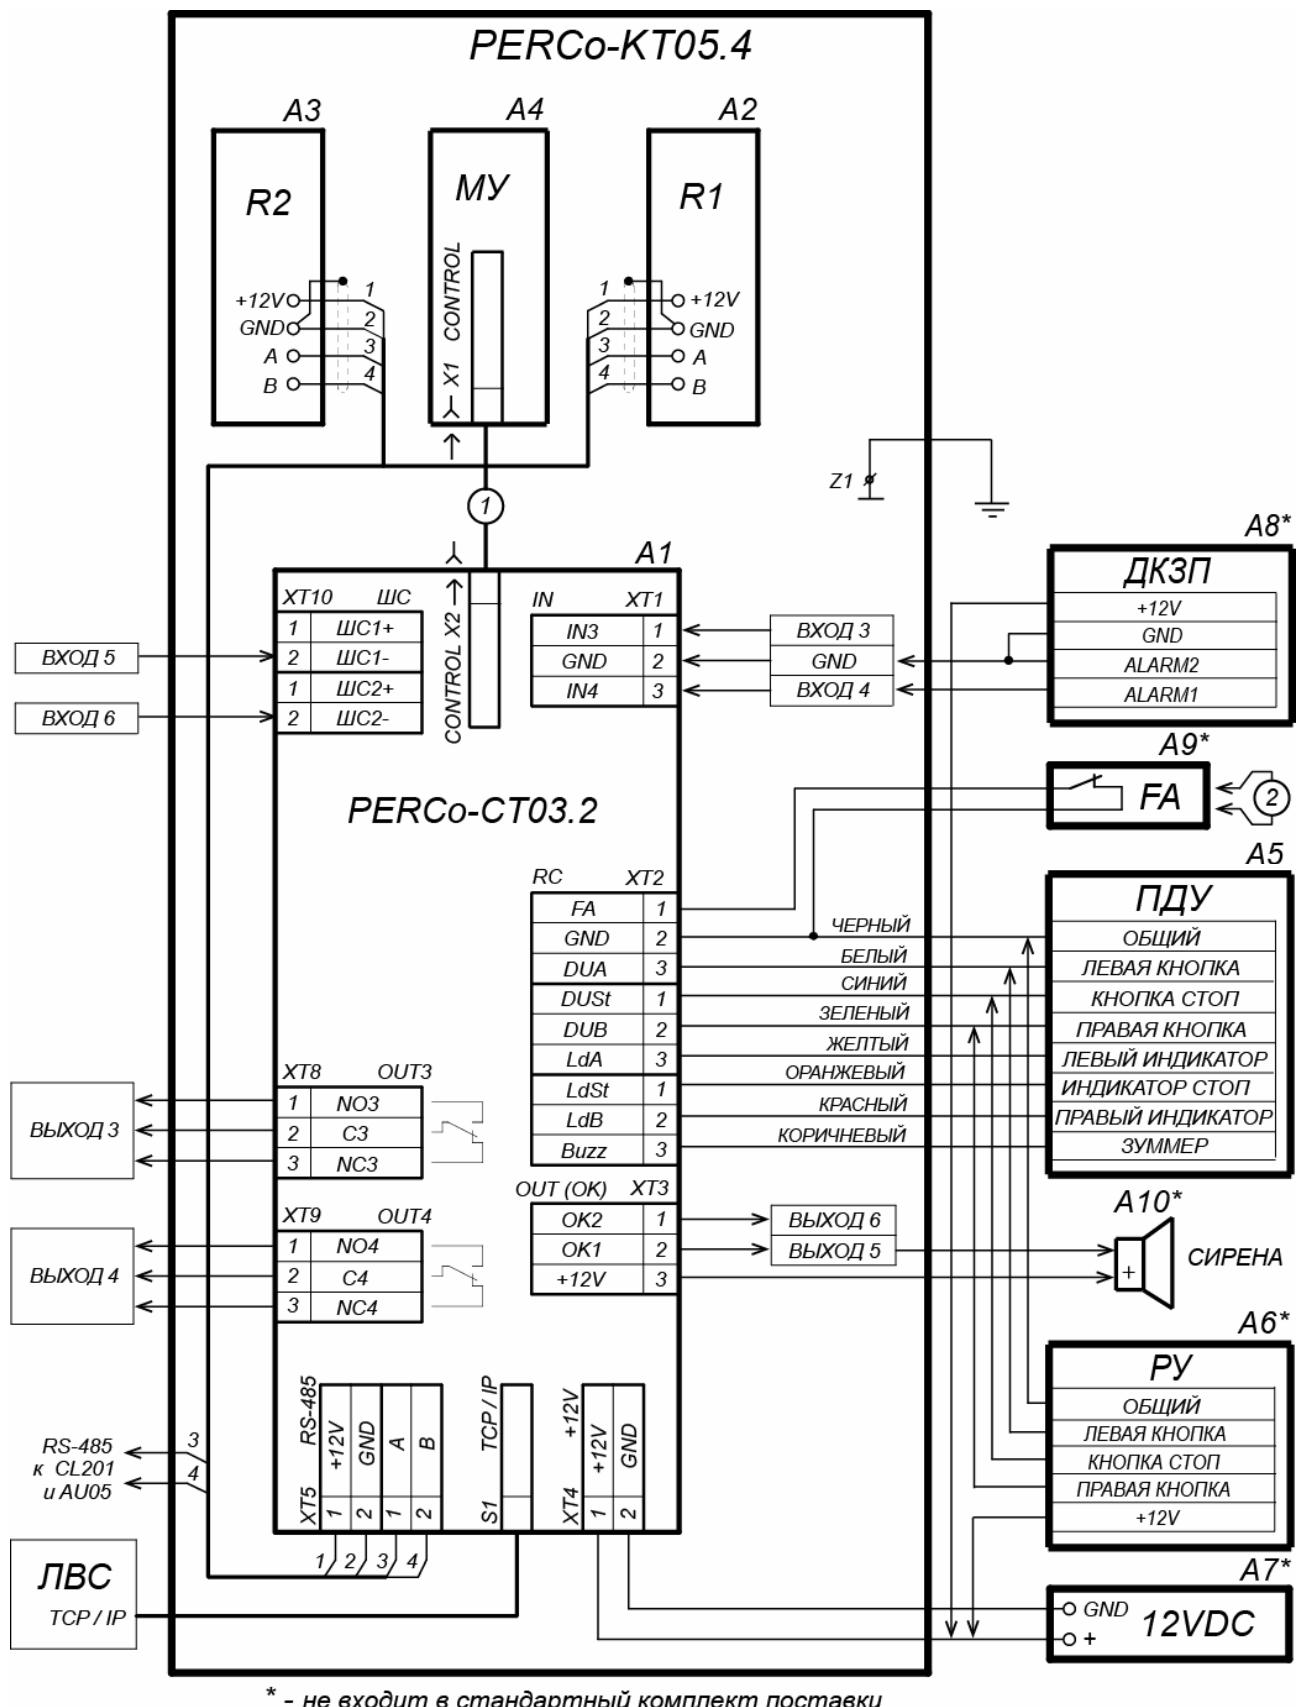

Рисунок 12. Схема подключения ЭП и дополнительного оборудования
Расположение клеммных колодок на нижней плате контроллера ЭП показано на рис. 5, назначение контактов клеммных колодок указано в табл. 1. Схема подключения приведена на рис. 12. Используемые при подключении типы кабелей указаны в табл. 4. При монтаже ЭП придерживайтесь следующей последовательности действий:
- позиционные обозначения А1-А4 и Z1 – указаны на рис.12
11. Подключите кабель питания (15) к клеммной колодке **XT4** на плате контроллера ЭП согласно схеме, приведенной на рис. 12.
12. Подключите кабель (13) ПДУ (12) к клеммной колодке **XT2** на плате контроллера ЭП согласно схеме, приведенной на рис. 12.
13. Подключите при необходимости кабели от других устройств к соответствующим клеммным колодкам платы контроллера ЭП согласно схеме, приведенной на рис. 12.